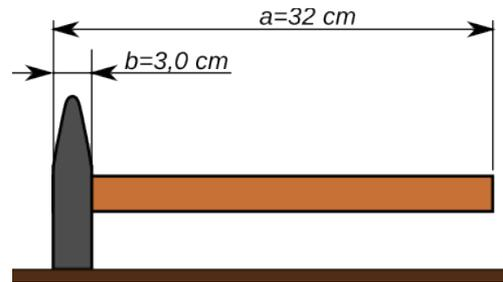

Fig. 45: Hammer auf dem Tisch
1. Der Hammerkopf in Fig. 45 hat eine Masse von 900 g.